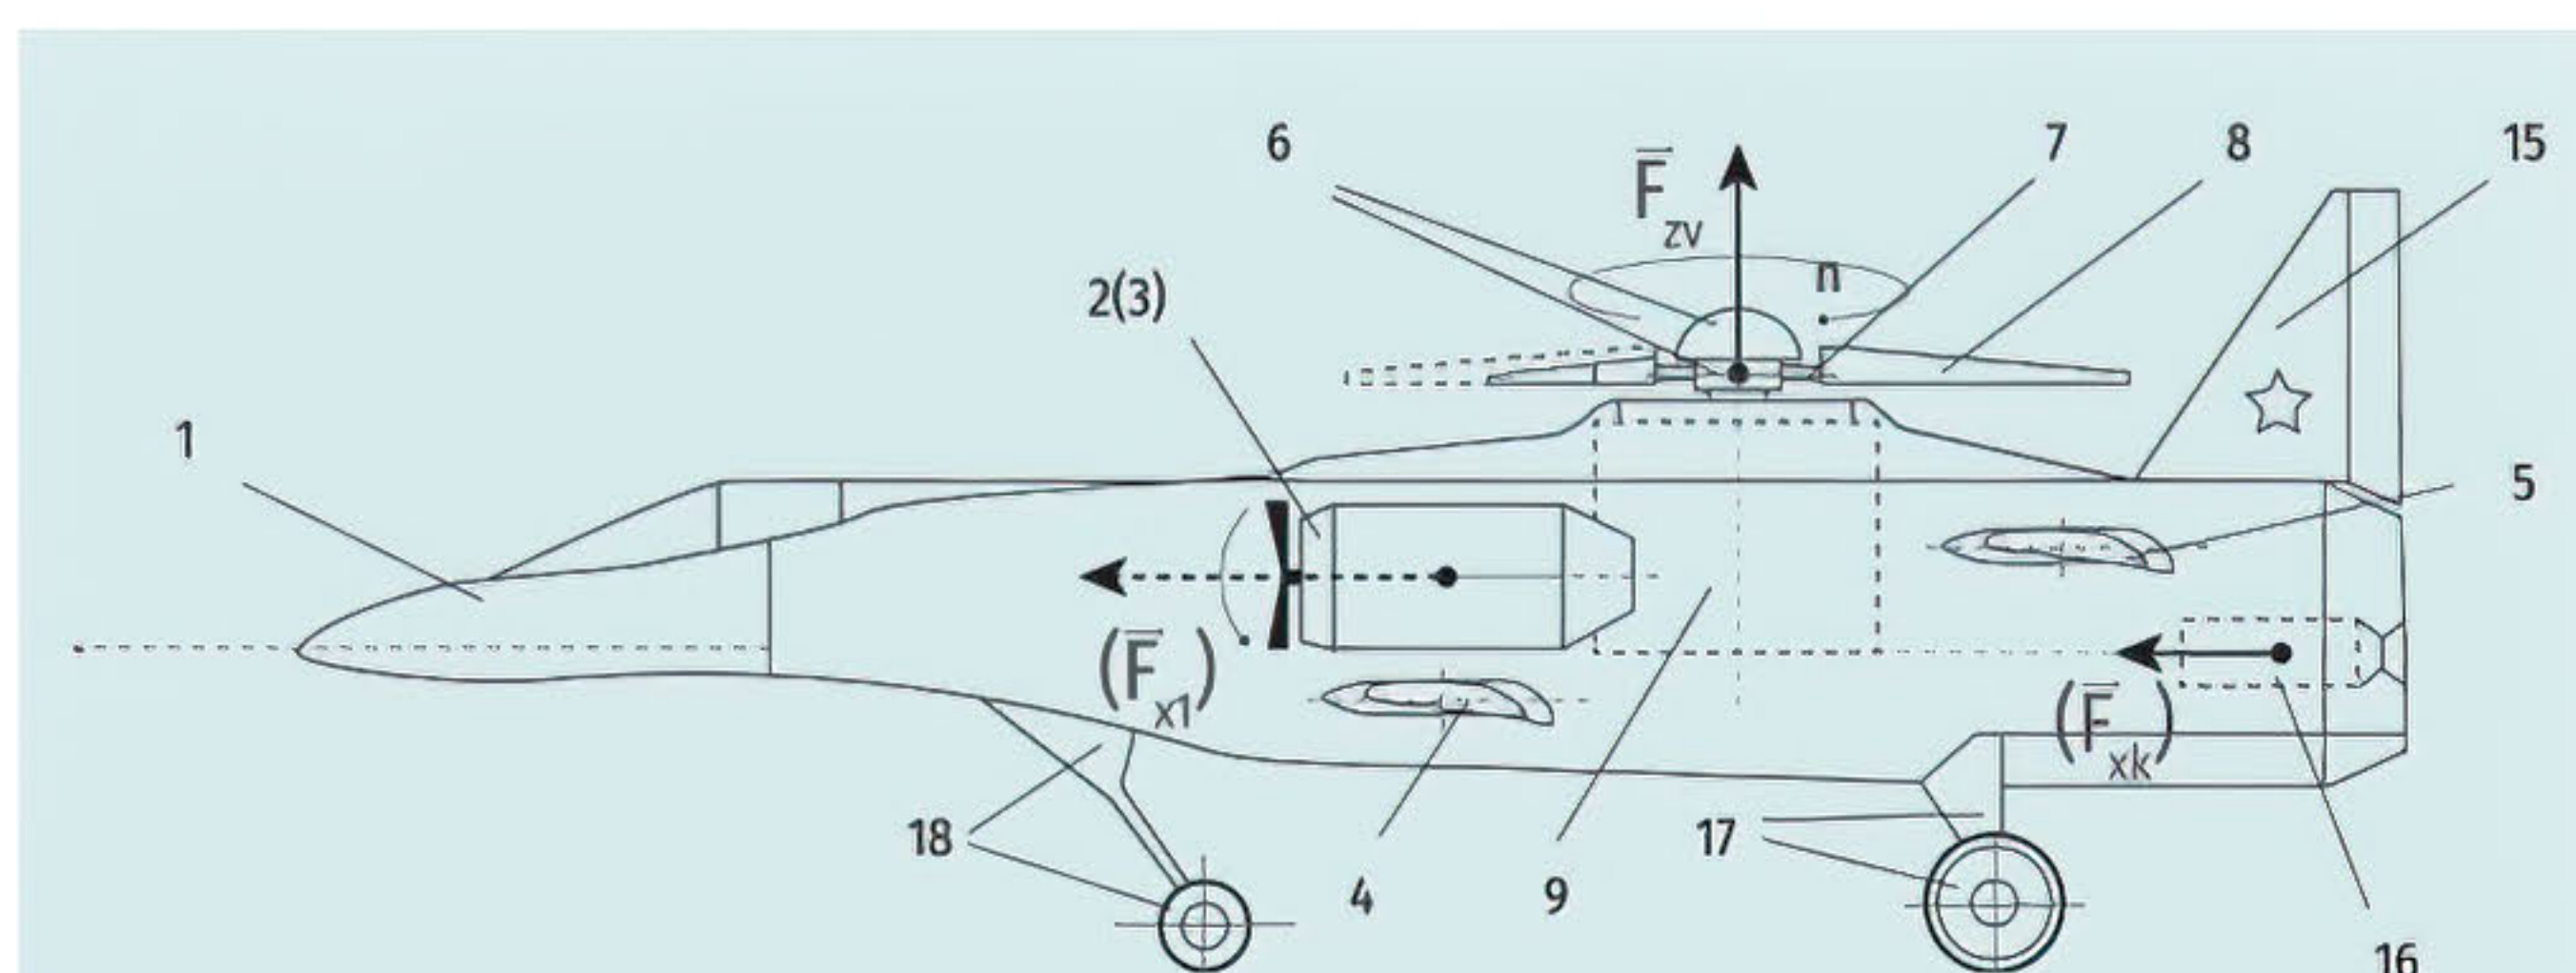

Рис. 1. Винтокрыл с одним несущим винтом в режиме вертикального взлета или посадки (вид сбоку):
Представляемый самолет-вертолет «Винтокрыл» с переменной геометрией винта-крыла (пат. 2500578) содержит (рис. 1–4) фюзеляж 1, на котором установлен комбинированный воздушный движитель, включающий в себя движитель самолетного типа с продольным вектором тяги ($F_{x1} + F_{x2}$), преимущественно для горизонтального полета. Здесь показаны турбореактивные двигатели 2, 3, установленные впереди носовой и кормовой пар коротких самолетных крыльев 4 и 5. Последние предназначены как для создания подъемной силы $F_{zk1} + F_{zk2}$ в горизонтальном полете, так и для подвешивания вооружения. Они могут иметь управляемую V-стреловидность, как обратную, так и прямую, либо для одной, либо для обеих пар. Возможен «облегченный» вариант с одной парой (4), смещенной ближе к центру тяжести винтокрыла.
В верхней части фюзеляжа 1 горизонтально установлен винтовой движитель вертолетного типа с поперечным вектором тяги F_{zv} , в виде ротора 6, с одним несущим винтом (см. рис. 1–4) или двумя, или в большем количестве.
F_{x1} , F_{x2} — продольные силы тяги основных самолетных двигателей; F_{zk1} , F_{zk2} — аэродинамические подъемные силы на передней и задней паре самолетных крыльев; F_p — аэродинамическая подъемная сила винта-крыла (остальные обозначения соответствуют рис. 1)
В вертолетном режиме (см. рис. 1) винтокрыл взлетает, садится и зависает в воздухе при вращающемся винте (угловая скорость ротора n больше 0) от своей силовой установки 9 за счет вертикальной ее тяги F_{zv} . В варианте устройства с единичным винтом образующийся при этом дестабилизирующий реактивный момент винта компенсируется, например, моментом силы F_{xk} в плоскости, параллельной плоскости вращения винта, возникающим при работе компенсирующей хвостовой энергетической установки 16. В варианте устройства со сдвоенным винтом реактивные моменты от обоих винтов компенсируют друг друга.